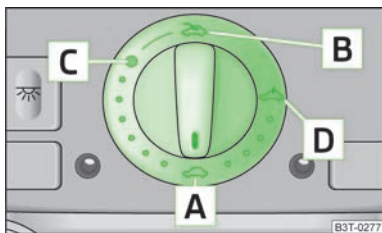

Fig. 27
Trapa glisantă/rabatabilă se poate deschide și închide când contactul este pus, de la comutatorul rotativ » fig. 27. Comutatorul rotativ are mai multe poziții.
- > Rotiți comutatorul în poziția **C** » fig. 27.
- > Rotiți comutatorul în poziția **A** » fig. 27.
Trapa glisantă/rabatabilă este prevăzută cu un dispozitiv de limitare a forței. Când închiderea este blocată de un obstacol (de exemplu gheața), trapa glisantă/rabatabilă se oprește și se deschide complet. Trapa glisantă/rabatabilă poate fi închisă complet fără activarea dispozitivului de limitare a forței, dacă este apăsat comutatorul în poziția **A** » fig. 27 în față, până când trapa glisantă/rabatabilă se închide complet » **!**
După fiecare acționare de urgență trapa trebuie adusă în poziția de bază. De aceea, comutatorul rotativ trebuie adus în poziția **A** » fig. 27 și apăsat în față pentru cca. 10 secunde.